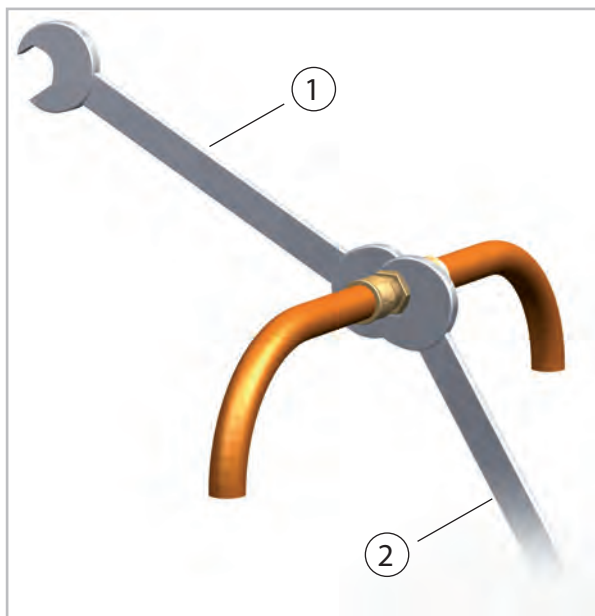

Fig. 30: Serrage des raccords vissés
11. ➤ Serrez ensuite définitivement les raccords vissés à l'aide de 2 clés plates de taille appropriée. Lors du vissage, utilisez toujours l'une des clés plates pour contre-serrer (Voir la Fig. 30).